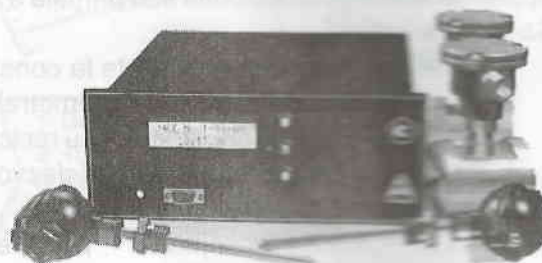

Fig. 4.8. Calorimetru înregistrator
- ▶ înregistratoare (fig. 4.8.).